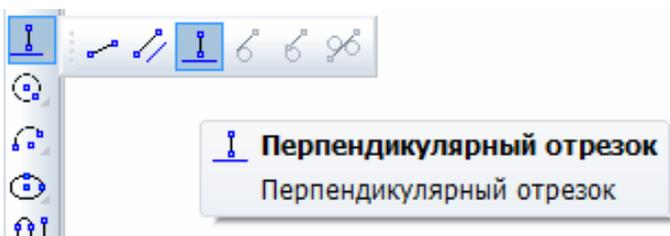

Рис. 1.2. Выбор типа отрезка
5. При построении отрезка $p_3 - p_4$ перпендикулярно отрезку $p_1 - p_2$ воспользуйтесь Панелью расширенных команд. Для этого щелкните на кнопке **отрезок** и не отпускайте кнопку мыши. При этом раскроется соответствующая Панель расширенных команд. Не отпуская левую кнопку мыши, поместите курсор на кнопку **Перпендикулярный отрезок** и отпустите кнопку мыши, рис. 1.2.